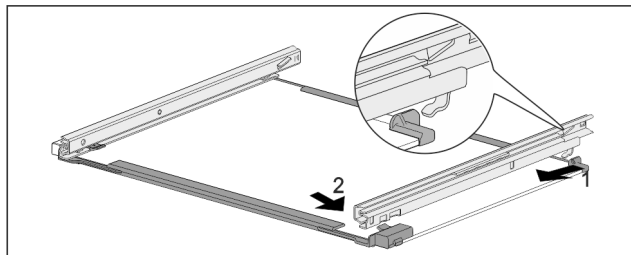

Fig. 175 Sklenená doska s koľajničkami
- ▶ Zaháknite koľajničku vzadu. Fig. 175 (1)
- ▶ Zaklapnite koľajničku vpredu. Fig. 175 (2)